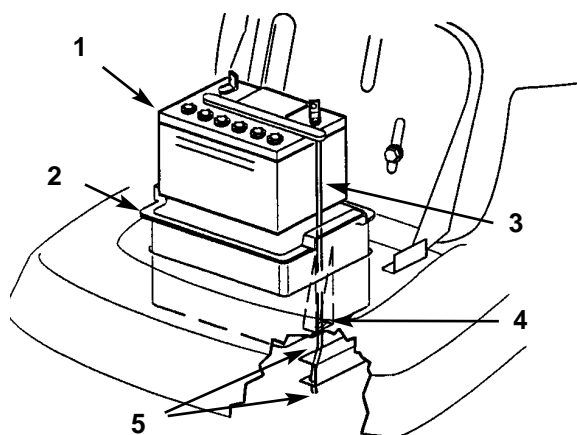

Fig. 21
5. Rimuovete il vaso contenitore della batteria, la batteria ed il tubetto lungo di sfiato dal telaio (Fig. 21).
1. Inserite la batteria nel vaso contenitore, quindi inserite il tubetto di sfiato nella scanalatura ed attraverso la fessura in fondo al vaso contenitore (Fig. 21).
IMPORTANTE: Guardate nella feritoia dove il vaso contenitore della batteria si inserisce nel telaio, ed osservate il foro in fondo all'elemento destro del telaio (Fig. 21). Inserite sempre il tubetto lungo di sfiato della batteria attraverso questo foro per impedire che l'acido della batteria non corroda il trattorino o il tosaerba.